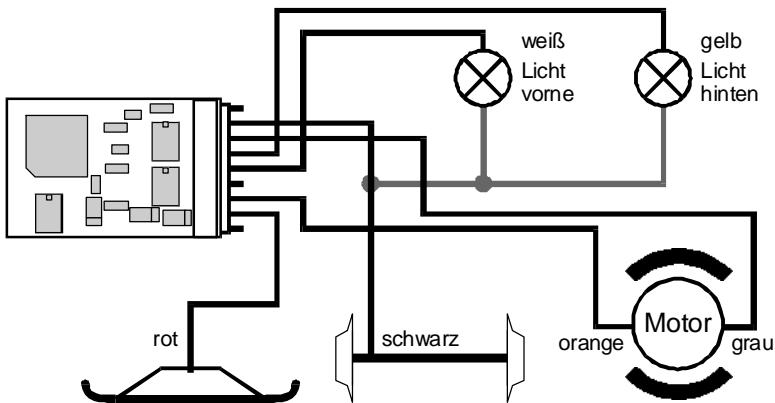

Bild 1
1. Die Glühlampen der Stirnbeleuchtungen in der Lokomotive sind mit ihrem gemeinsamen Anschluß gegen einen Radschleifer (Lokchassis) kontaktiert. Die Verdrahtung für diesen Fall sehen Sie in Bild 1.
Verdrahtung beendet. Die Verbindung von den Glühbirnen zu den Radschleifern wird bei solchen Lokomotiven über das Chassis hergestellt, Sie müssen diese Verbindung nicht selber herstellen, daher ist sie in Bild 1 nur grau dargestellt.